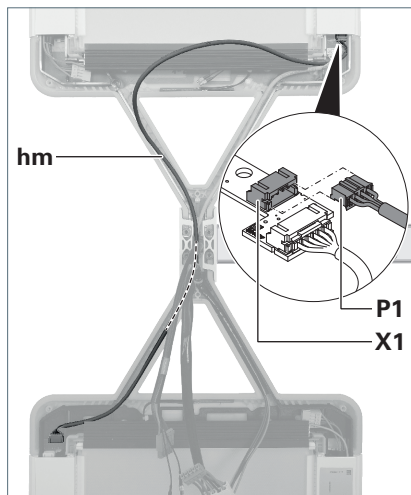

Fig. 18: Collegare la linea di comando .
7. Continuare a posare la linea di comando **hm** del set di trefoli nel braccio di supporto della testa dell'apparecchio 1, vedere Fig. 18.